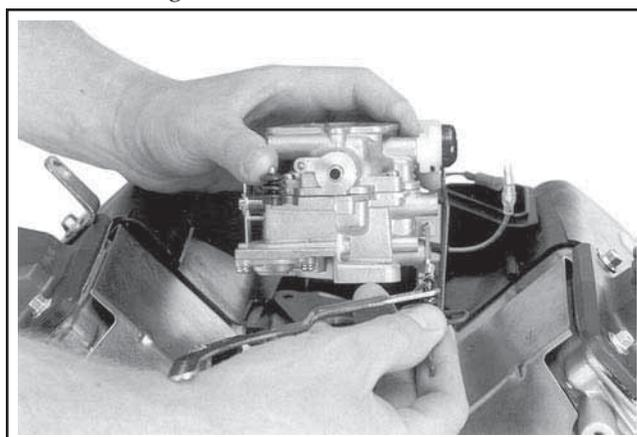

Figure 9-28. Enlèvement du groupe carburateur avec le levier du régulateur.
3. Enlever le carburateur, les leviers du papillon et le levier du régulateur sans les diviser en parties. Voir la Figure 9-28.